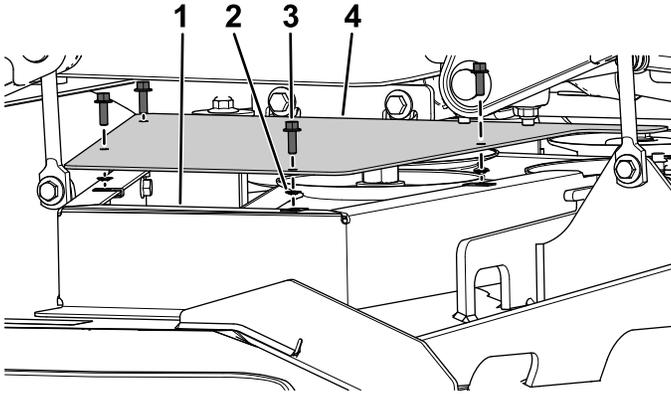

Bild 9
4. Befestigen Sie die linke Riemenscheibenabdeckung mit vier Bundkopfschrauben ( $\frac{1}{4}$ " x  $\frac{3}{4}$ "") und vier Steckmuttern an der linken Riemenscheibenhalterungsabdeckung (Bild 9).